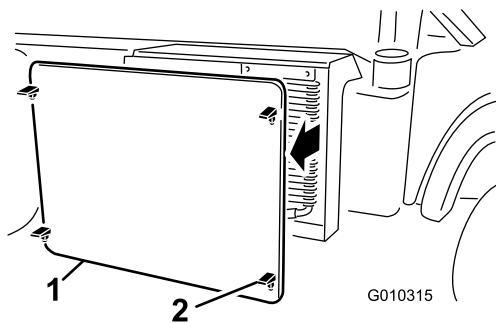

Bild 52
- Lösen und entfernen Sie das Kühlergitter vorne am Kühler (Bild 52).